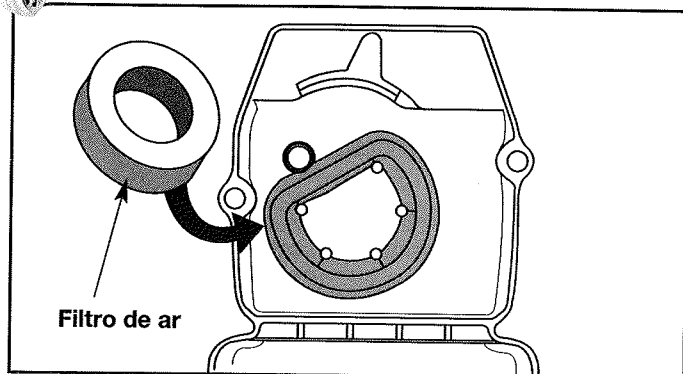

Fig. 24
2. Retire o filtro de ar na traseira do cárter de filtro de ar/escape (Fig. 24).
6. Coloque o filtro de ar no cárter do filtro de ar/escape (Fig. 24).